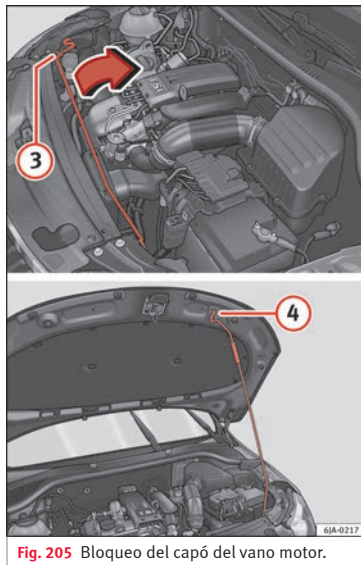

Fig. 205 Bloqueo del capó del vano motor.
- Saque la varilla de apoyo ③ » fig. 205 de su fijación en la dirección de la flecha y bloquee el capó levantado de tal modo que enganche la extremidad de la varilla en la abertura que se encuentra en el capó ④.